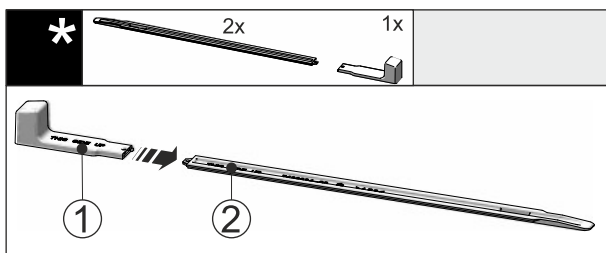

Fig. 47
- Postavite montažnu ručku Fig. 47 (1) na šinu za Fig. 47 (2) niveliranje.